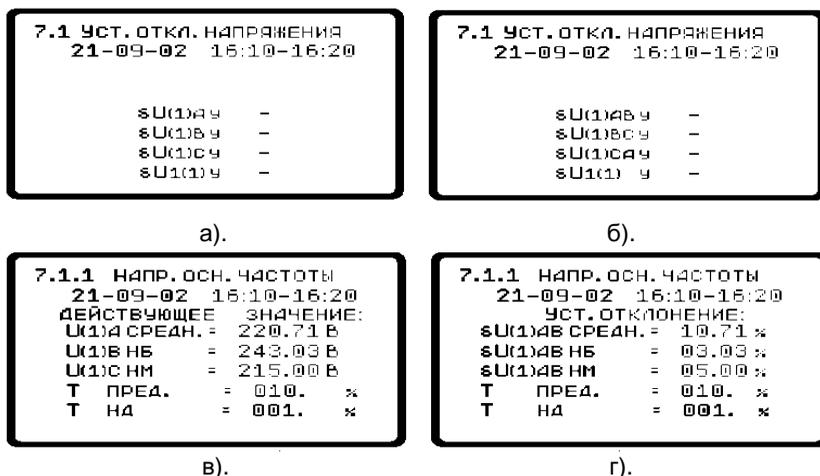

Рисунок 41
Так при выборе в меню 7.1 первого пункта ($\delta U_{(1) Ay}$ или $\delta U_{(1) ABy}$) появится меню 7.1.1 (рисунок 41, в или 41 г, соответственно в зависимости от схемы подключения), где:
- $\delta U_{(1) A \text{ средн.}}$ ($\delta U_{(1) AB \text{ средн.}}$) – усредненное за весь интервал значение отклонения напряжения;
- $\delta U_{(1) A \text{ нб}}$ ($\delta U_{(1) AB \text{ нб}}$) – наибольшее за весь интервал значение отклонения напряжения;
- $\delta U_{(1) A \text{ нм}}$ ($\delta U_{(1) AB \text{ нм}}$) – наименьшее за весь интервал значение отклонения напряжения;